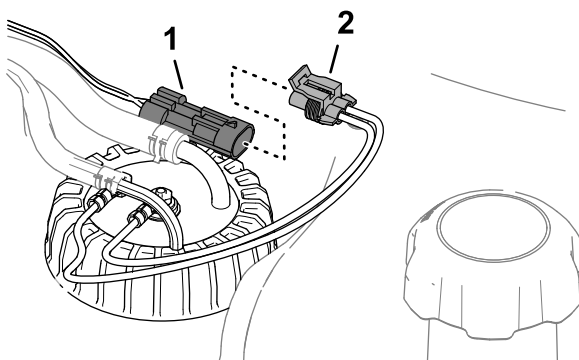

**Figura 87**
2. Îndepărtați cele 5 uruburi cu cap Phillips care fixează capacul transmițătorului pentru combustibil pe rezervorul de combustibil i scoatei capacul (Figura 87).